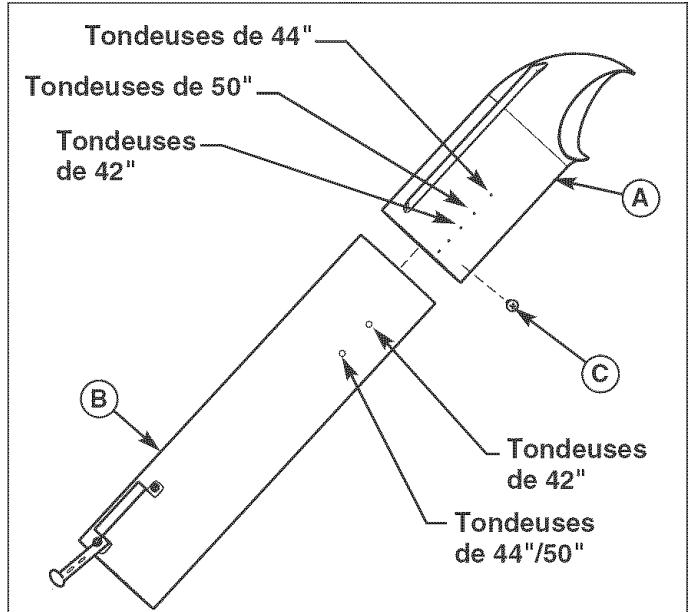

Figure 23. Ensemble de tubes intermédiaire et supérieur
1. Glisser le tube supérieur (A, Figure 23) sur le tube intermédiaire (B) et fixer ensemble à l'aide de la vis (C).